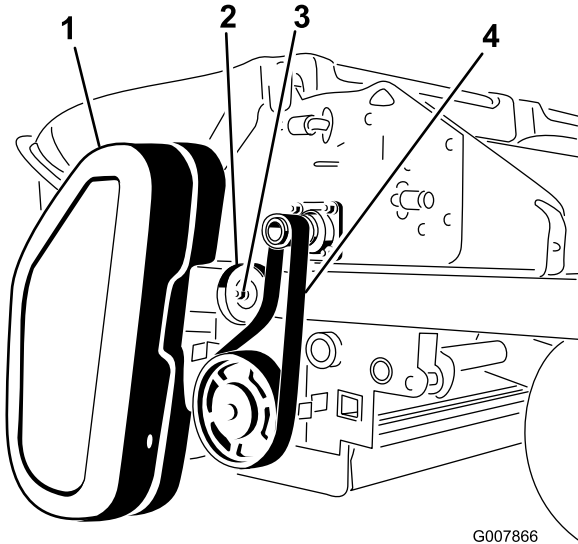

Figura 59
1. Togliete il paracinghia (Figura 59).
2. Allentate il dado sulla puleggia tendicinghia (Figura 59).
3. Fate fuoriuscire la cinghia dall'albero della trinciatrice e dalla puleggia della spazzola (Figura 59).